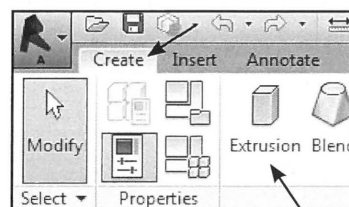

Fig. 04.34. Klik *Create - Extrusion*.
- Klik på *Create - Extrusion* (Fig. 04.34).